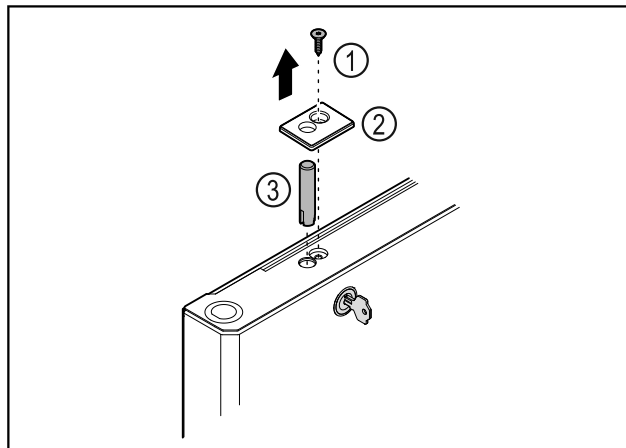

Fig. 33
- ▶ Извлеките винт Fig. 33 (1).
- ▶ С помощью небольшой отвертки освободите крышку Fig. 33 (2) от фиксации и снимите ее.
- ▶ Извлеките запорный палец Fig. 33 (3).